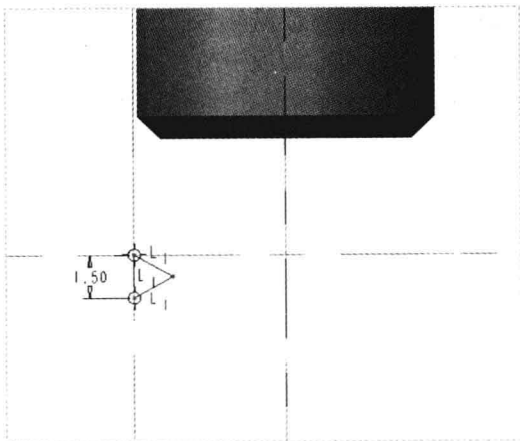

图 16-85 绘制截面 4
Step 07 返回“螺旋扫描”选项卡，单击“截面”按钮, 进入草绘环境；单击“草绘”选项卡中的相应按钮，绘制草绘截面，如图 16-85 所示，单击“关闭”面板中的“确定”按钮, 完成截面绘制并退出草绘环境。